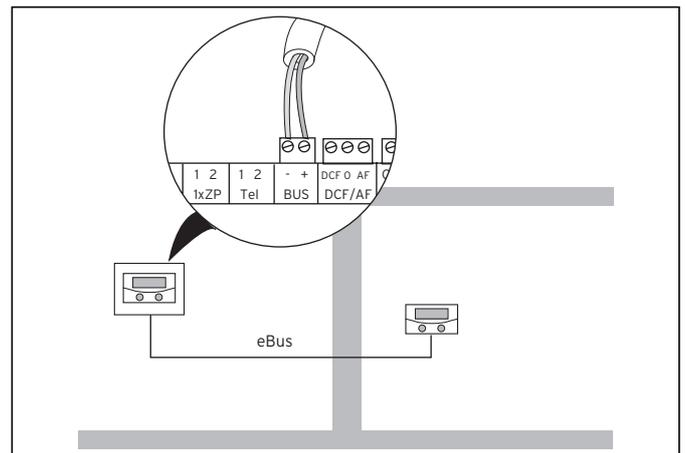

Abb. 4.1 Fernbediengerät anschließen
- Schließen Sie das Anschlusskabel gemäß Abb. 4.1 an.
- Setzen Sie das Fernbediengerät (1) so auf den Wandschalter, dass die Stifte an der Rückseite des Oberteils in die Aufnahmen (2) passen.